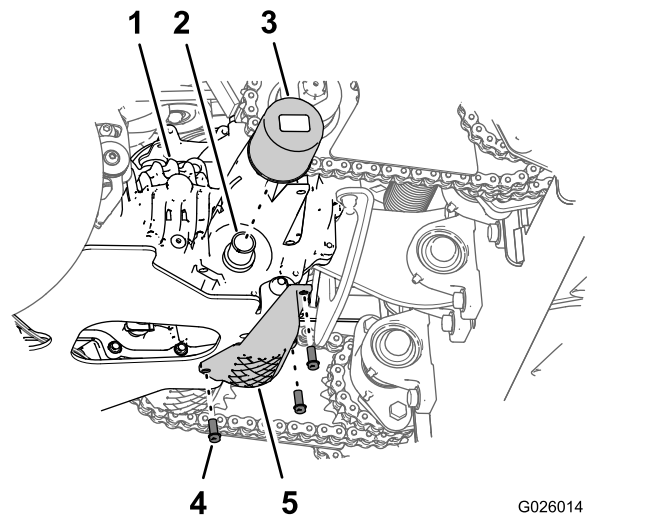

Figure 57
4. Nettoyez la surface autour du filtre de transmission (Figure 57).
6. Tournez le filtre dans le sens antihoraire et déposez-le (Figure 57).
8. Posez le filtre en le tournant dans le sens horaire sur l'adaptateur jusqu'à ce que le joint rejoigne la base de l'adaptateur, puis serrez encore le filtre de $\frac{3}{4}$ à 1 tour (Figure 57).
9. Montez la protection du filtre au moyen des 3 boulons à embase ($\frac{1}{4} \times \frac{3}{4}$ po) que vous avez retirés à l'opération 3 (Figure 57); serrez les boulons à un couple de 10,17 à 12,43 N-m (90 à 110 lb-po).
- Retirez les 3 boulons à embase ($\frac{1}{4} \times \frac{3}{4}$ po) qui fixent la protection du filtre à la transmission, et déposez la protection (Figure 57).